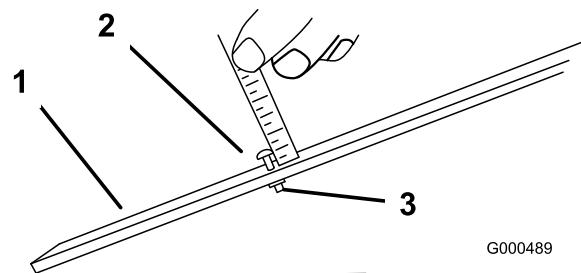

Figura 10
- Afloje la tuerca de la barra de ajuste y ajuste el tornillo para la altura de corte deseada (Figura 10). La distancia entre la cara inferior de la cabeza del tornillo y la cara de la barra es la altura de corte.